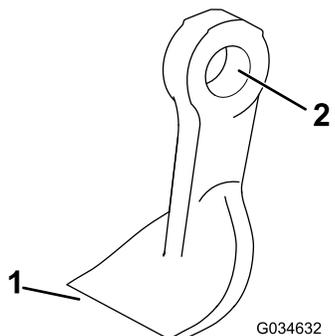

Figura 64
4. Inspeccione cada lâmina para detetar danos, dando particular atenção aos fixadores, à extremidade de corte e ao orifício de instalação (Figura 64). Substitua todas as lâminas e fixadores danificados.